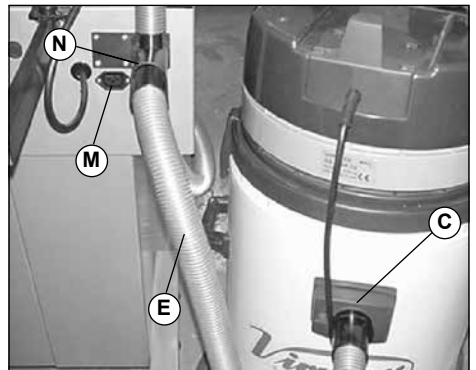

Fig. 4
- Introduza o tubo de aspiração na boca C (Fig. 4) do aspirador e na abertura da máquina N (Fig. 4).
- Introduza o tubo de aspiração na boca de aspiração C (Fig. 4) e na abertura da ferramenta eléctrica.
- Deve ter a certeza que a boia (Fig. 4) de paragem está em bom estado e não está obstruída.